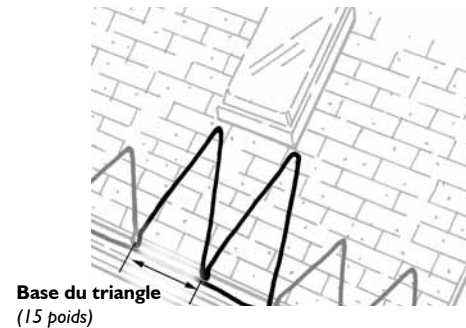

Figure 5. Parcours du triangle près d'un puits de lumière
- **Parcours pour les puits de lumière** : Les sections de puits de lumière qui posent problème sont aussi traitées avec l'approche du «parcours du triangle». Cependant, il serait préférable que la hauteur des triangles soit plus grande que celle du long de la ligne de toiture. Augmenter la hauteur du triangle afin qu'elle s'étende à une rangée de bardeau (5 1/2 po) au-dessous du puits de lumière. La base du triangle est maintenue à 15 po (Voir Figure 5).